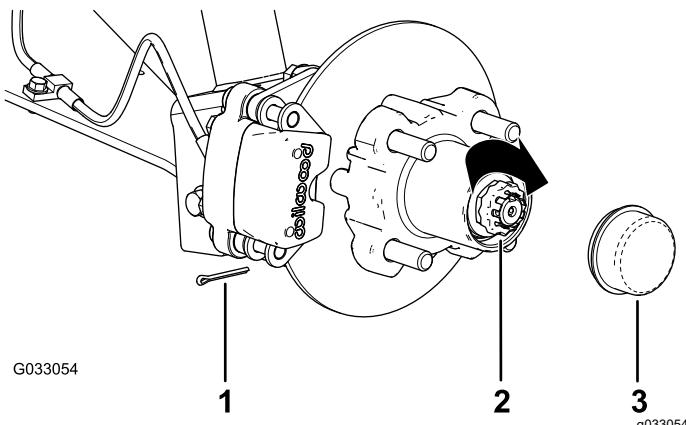

Figura 29
8. Instale o retentor por cima da porca e verifique o alinhamento da ranhura no retentor e o orifício no eixo para o contrapino (Figura 29).
9. Coloque o contrapino e dobre as pernas em torno do retentor (Figura 29).
10. Coloque o tampão antipoeira no cubo (Figura 29).